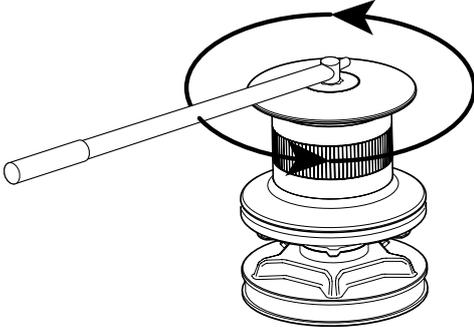

FIG.2
2. Remover a alavanca da bússola, enrolar o chicote na campânula no sentido anti-horário (no mínimo 3 voltas) (**fig2**).